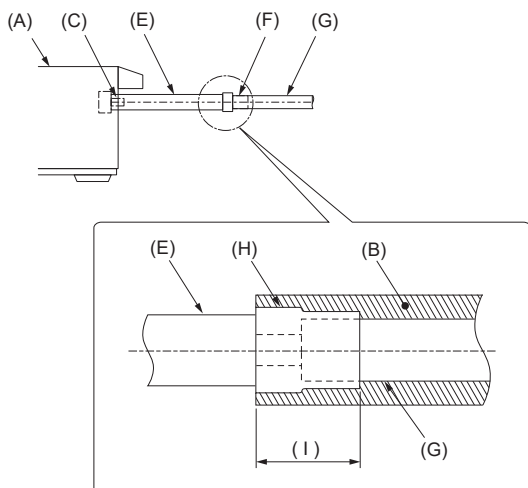

Fig. 5-3
- Raccordez directement le tuyau d'écoulement à la pièce de raccordement (côté douille) du tuyau d'écoulement. (Fig. 5-3)
- Veillez à raccorder le tuyau d'écoulement à l'appareil intérieur comme indiqué sur l'illustration à gauche. Veillez à connecter la pièce de raccordement du tuyau d'écoulement à l'aide d'adhésif de la famille des PVC pour éviter les fuites. (Fig. 5-3)